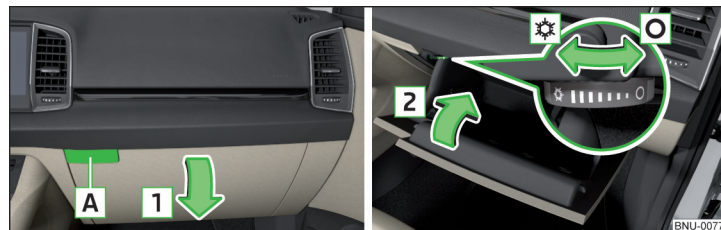

Abb. 116 Ablagefach öffnen / Ablagefach schließen und Luftzufuhr bedienen
- » Zum **Öffnen** die Taste **A** drücken. Der Deckel klappt in Pfeilrichtung **1** » Abb. 116.
- › Zum **Öffnen** den Drehschalter bis zum Anschlag in die Position ☼ drehen » Abb. 116.